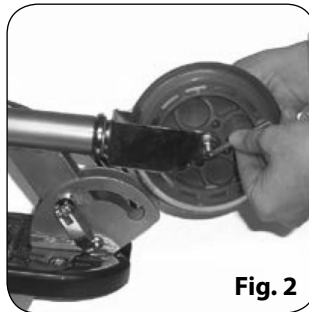

Fig. 2
3. Befestigen Sie das Vorderrad mit den beigegeführten Werkzeugen, indem Sie die Vorderradmutter/-schraube des Vorderrads anziehen. Siehe Fig. 2